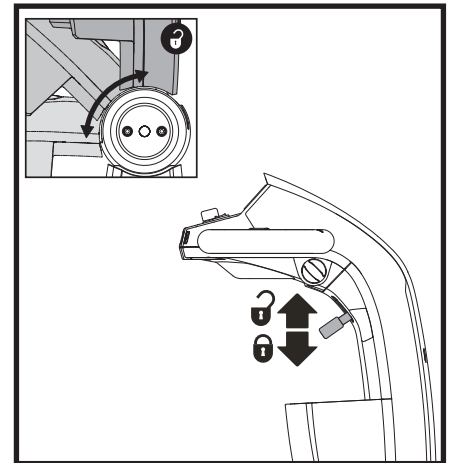

Figure 13. Réglage du guidon
## REGLAGE DE L'INCLINAISON DU GUIDON (voir la figure 13)
1. Soulevez le levier de réglage de la barre. Voir la figure 13.